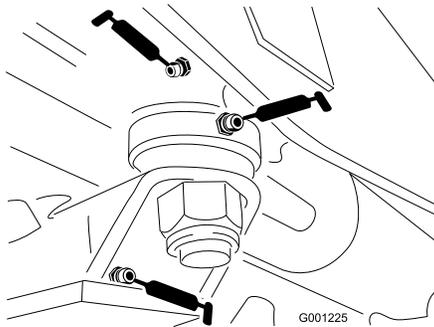

Figura 42
- boccole della piastra sterzante (Figura 42)
- boccia del perno dell'assale (Figura 42)